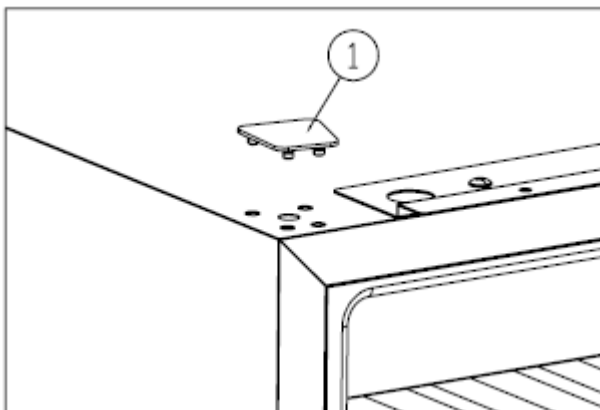

Abb. 3
- ✦ Die Abdeckung entfernen①. [Abb. 3]